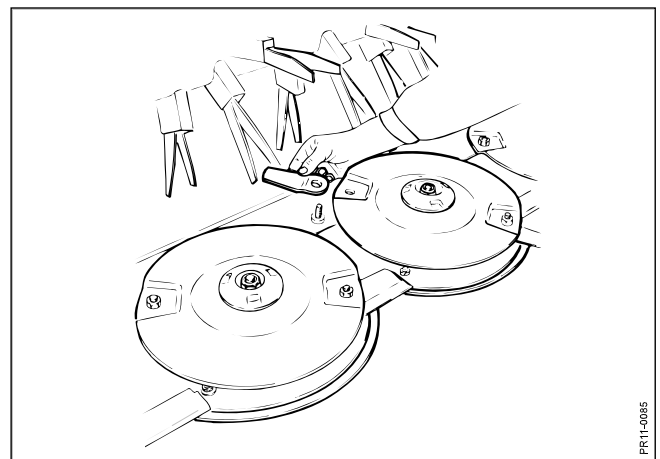

Fig. 5-10
- Fig. 5-10** For at opnå tilfredsstillende afhøstning, er det vigtigt, at knive og modskær er i orden og skarpe. Knivskift foretages ved at afmontere knivbolten og trække denne neden ud af skiven. Dette kan lettest ske, når kniven er i forrest stilling, så bolten kan falde ud gennem hullet i stenbeskytteren. Den gamle kniv fjernes og den nye monteres sammen med knivbolten. Knivene kan bruges på begge sider, ved at man flytter knivene fra én skive til en anden med modsat omløbsretning.